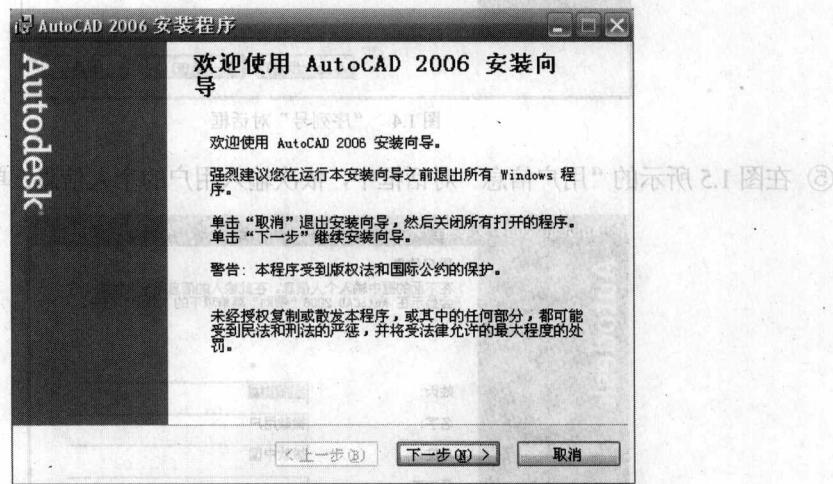

图1.2 “欢迎使用 AutoCAD 2006 安装向导”对话框
② 在弹出的“Autodesk 安装程序”对话框中单击“确定”按钮，弹出如图1.2所示的“欢迎使用 AutoCAD 2006 安装向导”对话框，单击“下一步”按钮。